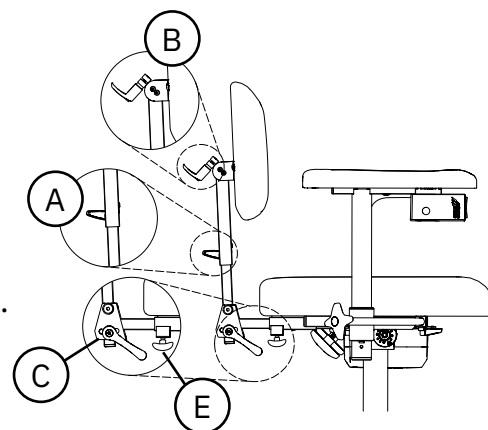

Figure 5.27. Mécanisme de dossier Medic.
Medic peut s'ajuster en hauteur (A), en inclinaison du dossier (B), en inclinaison du dispositif d'escamotage du dossier (C) et en profondeur (E), voir figure 5.27.